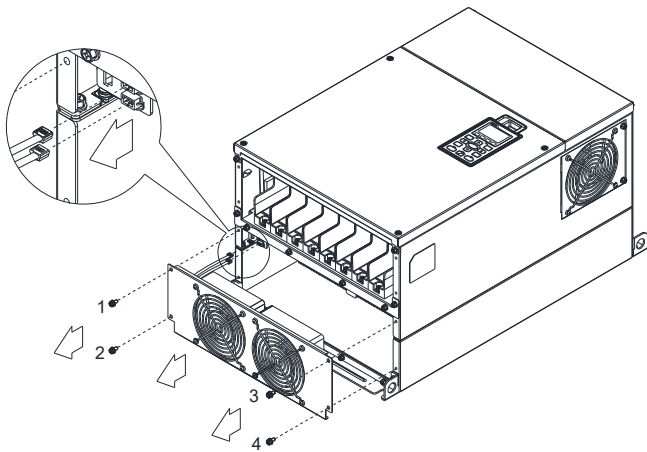

图 1
1. 松开螺丝 1~4 (如图 1), 并拆除风扇电源接头 (如下图局部放大图所示), 才可以取出风扇。螺丝 1~4 扭力值: 24~26 kg-cm / [20.8~22.6 lb-in.] / [2.4~2.5 Nm]